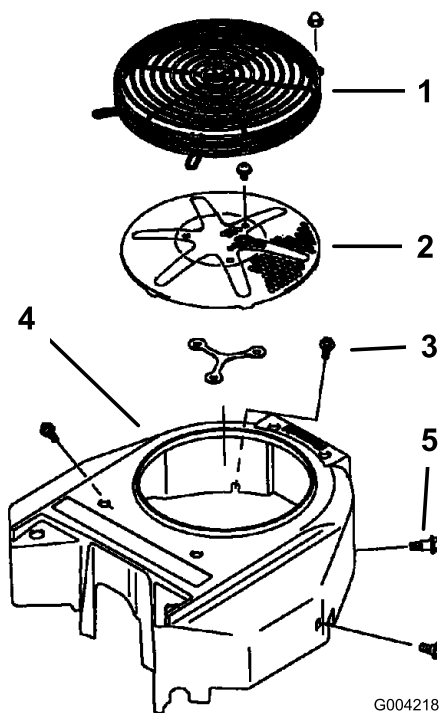

Figure 77
Avant chaque utilisation, enlevez l'herbe, les saletés et autres débris éventuellement accumulés sur la grille du moteur. Cela permet d'assurer un refroidissement et un régime moteur corrects, et réduit les risques de surchauffe et de dommages mécaniques du moteur (Figure 77).
3. Retirez la grille d'entrée d'air, le lanceur et le carter du ventilateur (Figure 77).
5. Reposez la grille d'entrée d'air, le lanceur et le carter du ventilateur (Figure 77).